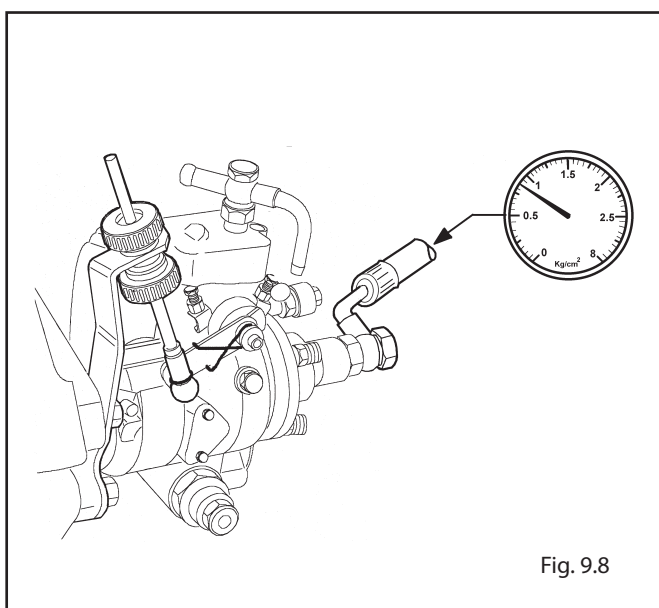

Fig. 9.8
9.9 FUEL PUMP PRESSURE (FIG. 9.8)